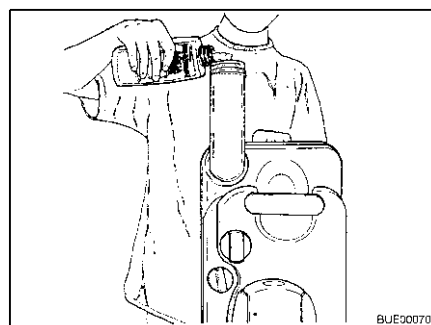

Bild 198 Fylla på sanitetsvätska
- Fyll på angiven mängd sanitetsvätska i latrintanken (Bild 198).